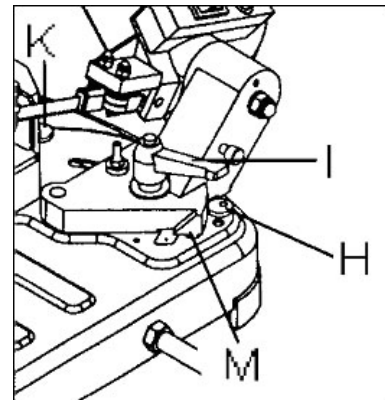

Рис. 8
Ослабьте фиксирующую рукоятку (I, рис. 8) и поверните кронштейн пилы согласно шкале (M).